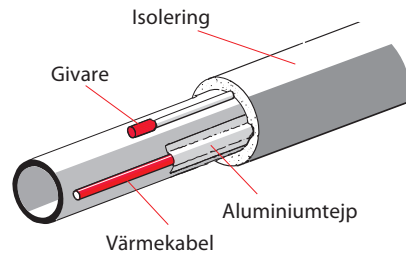
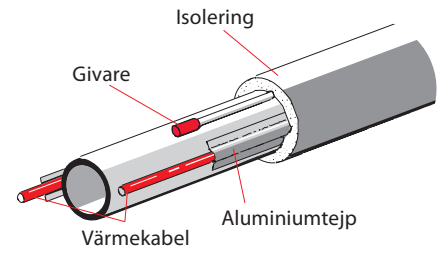

Bild 7
Bild 8
1. En eller fler kablar leds i en rak linje utmed sidan av röret, se fig. 7 och fig 8.